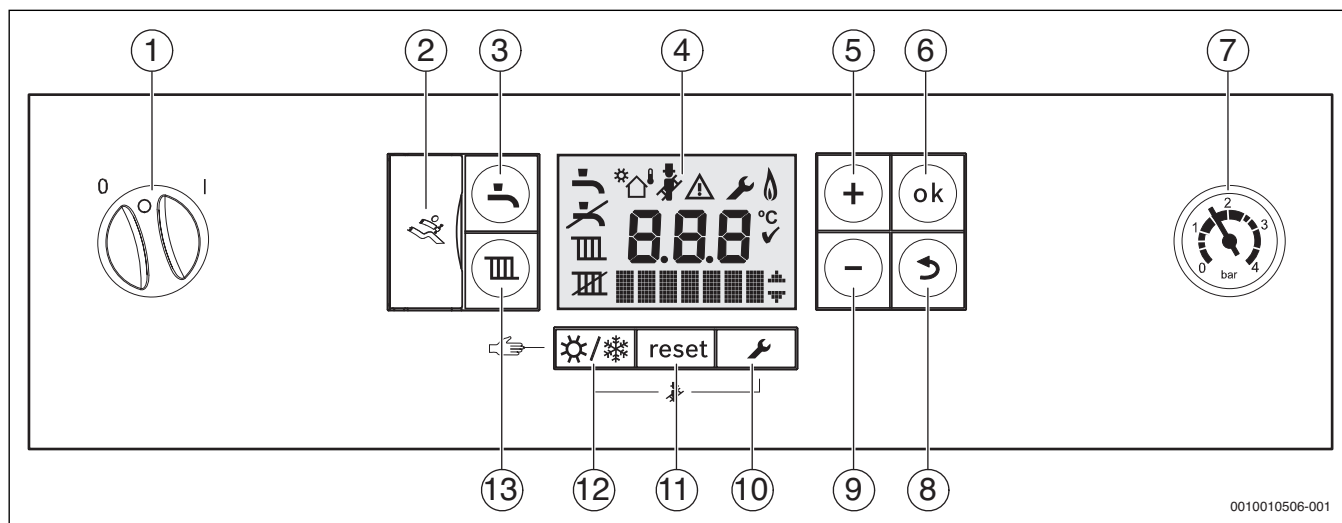

Fig. 1 Panou de comandă la capacul deschis al panoului de comandă
- ▶ Porniți aparatul prin intermediul întrerupătorului de pornire/oprire (→ Fig. 1).
- ▶ Opriți aparatul de la nivelul întrerupătorului de pornire/oprire (→ Fig. 1).
Tab. 1 Simboluri indicate pe afișaj (→ fig. 1)